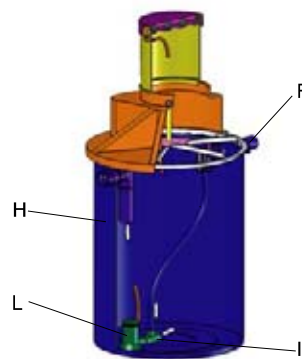

Рис. 4. Отстойник 1,5 м³
2-ой вариант – использование отстойника с насосом (Рис. 4) - модель ЛОС-8а.
Предварительно очищенная сточная вода (60%) подается через выходной патрубок (F) на станцию азрации (Рис. 4)